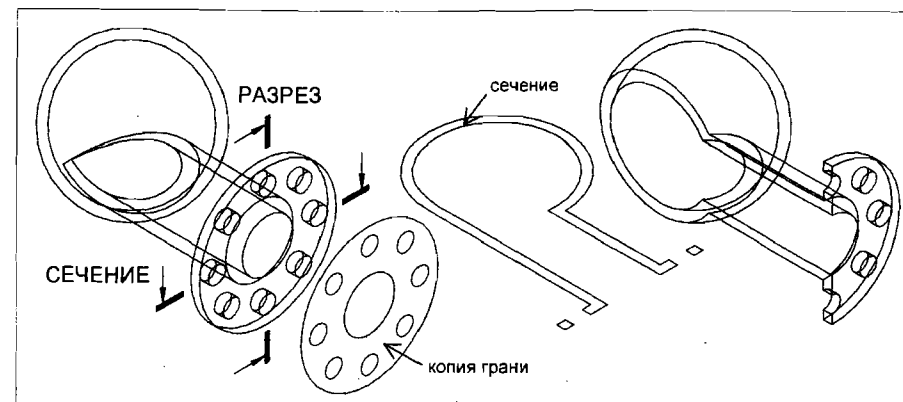

Рис.36
6. Ввести команду РЕДТЕЛ (SOLIDEDIT) в режиме Грань (Face) и с помощью опции Копировать (Copy) создать на свободном месте чертежа копию торцевой грани фланца (рис.36).